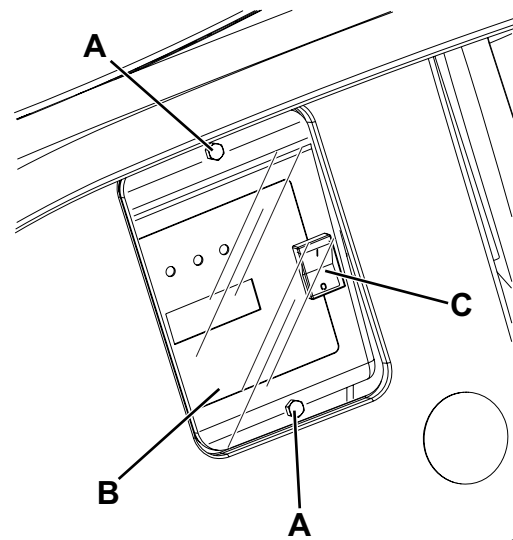

Abbildung 2
7. Die Schrauben (A, Abb. 2) des Ladegerätsichtfensters entfernen.
8. Sichtfenster (B) entfernen.
9. Den Wählschalter (C) auf WET für Bleibatterien oder auf GEL für Gel-/AGM-Batterien stellen.
10. Sichtfenster (B) installieren und Schrauben (A) anziehen.